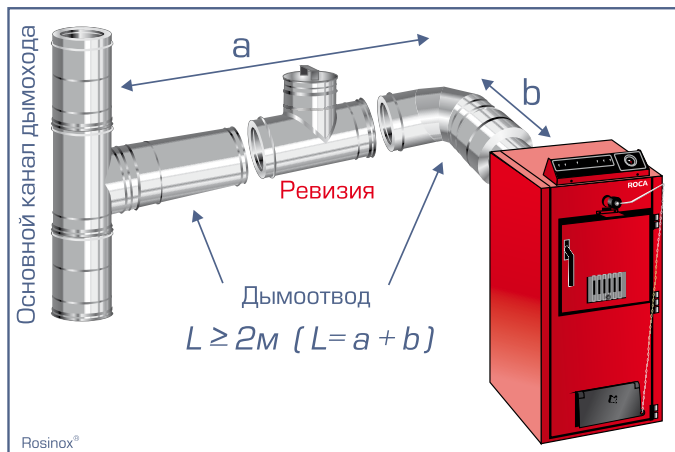

Рисунок 5
- В случае, если длина горизонтального участка соединительного дымоотвода превышает 2 м, необходима установка ревизии (РВ) для систематической инспекции внутреннего канала на предмет скопления сажи (рис. 5). В случае, если длина горизонтального участка соединительного дымоотвода менее 2 м, может быть использована схема прямого соединения, без ревизии (РВ).